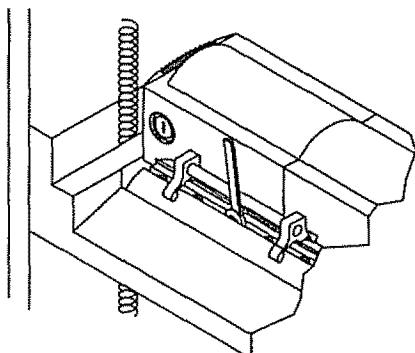

Figura 6 - Ajuste de la Altura de la Hoja
- Sujete el conjunto del medidor de la cuchilla en contra del portacuchilla de modo que el punto de contacto quede sobre la hoja (vea la Figura 6).
- Remueva las hojas una a la vez. Sujete las hojas con el medidor de la cuchilla (vea Figura 6). Suelte los pernos de seguridad y remueva las hojas.